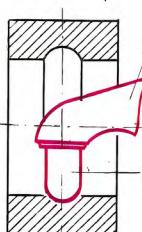

Рис. 2.
Ультразвуковым суперфинишем называют способ быстрого и чистого шлифования дорожек качения колец точных подшипников. Срезает металл (см. рис. 2) бруск (1), вибрирующий от малогабаритного преобразователя (2), подключенного к ультразвуковому генератору мощностью в 200—400 Вт. Деталь вращается с окружной скоростью в 250—450 м/мин, а бруск в это время давит на нее с усилием в 10—12 кг на каждый см². Чем выше окружная скорость, тем быстрее обработка и чище поверхность. Основной притупок снимается за 6—10 с. После этого амплитуду колебаний уменьшают, и выглаживание (12-й класс чистоты) уже длится 12—15 с. Такая обработка уменьшает шероховатость поверхности с 1—2 до 0,05—0,2 микрометра.